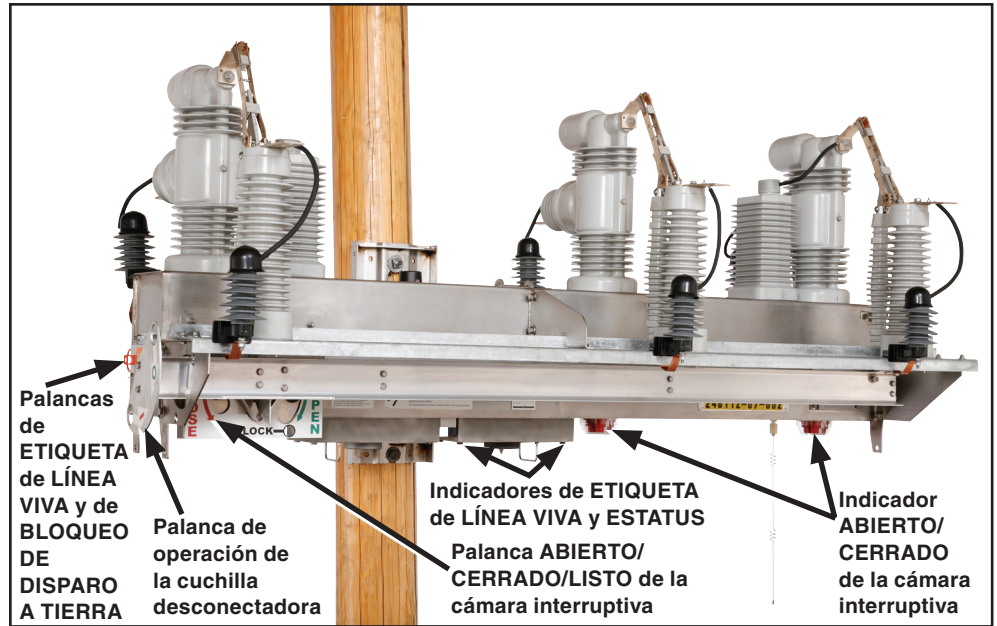
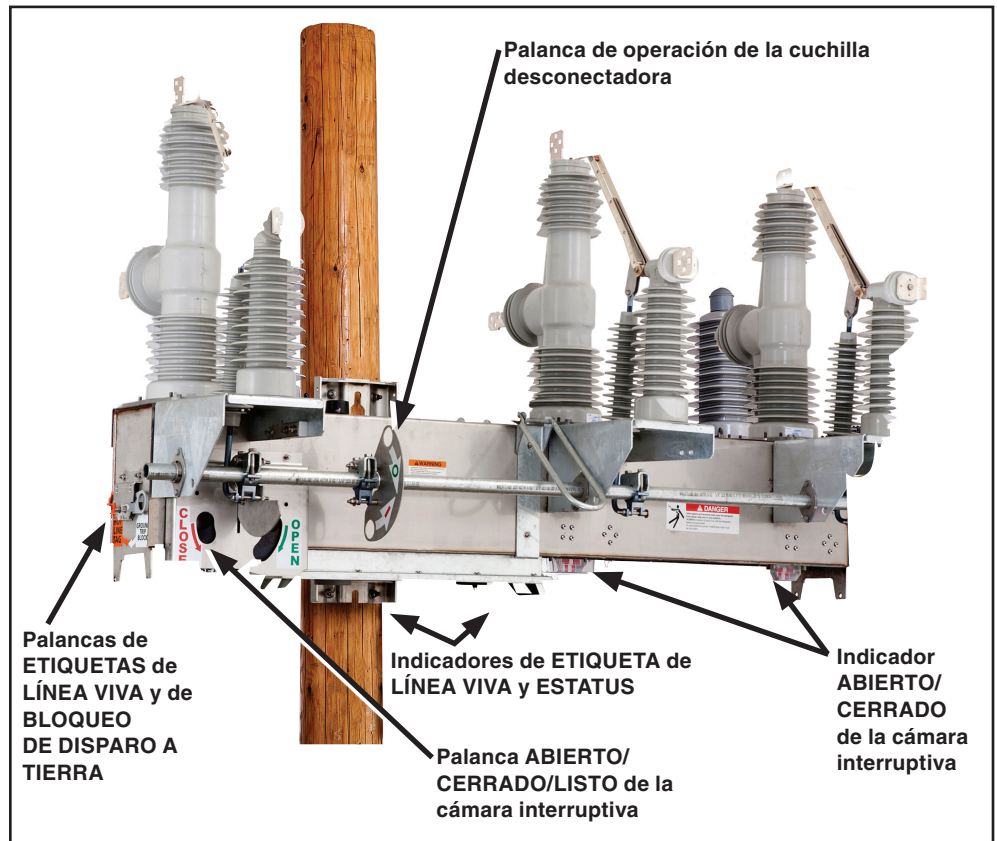

Figura 1. Palancas operativas e indicadores del interruptor de fallas IntelliRupter de 15.5 kV y 27 kV.
Figura 2. Palancas operativas e indicadores del interruptor de fallas IntelliRupter de 38 kV.
**Palancas Operativas**—Se proporcionan palancas de operación por pértiga para la apertura y cierre manual de las cámaras interruptivas y para aplicar y retirar una etiqueta de línea viva. Una palanca separada, en caso de que sea proporcionada, bloquea el disparo de los elementos de sobrecorriente a tierra. La cuchilla integrada en los modelos estilo con cuchilla desconectadora también es de operación por pértiga. Ver Figura 1 en la página 7 y Figura 2 en la página 7.